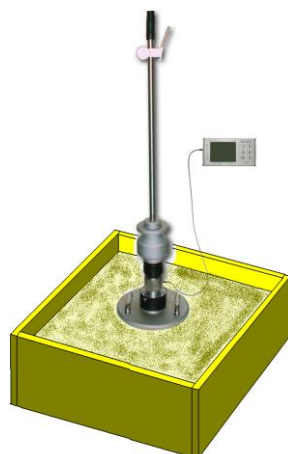

Рисунок 4.1
4.4.2.2 Установить плиту динамического нагружения в ящик с песком (рисунок 4.1). Поворотом и перемещением плиты установить полный контакт с поверхностью.